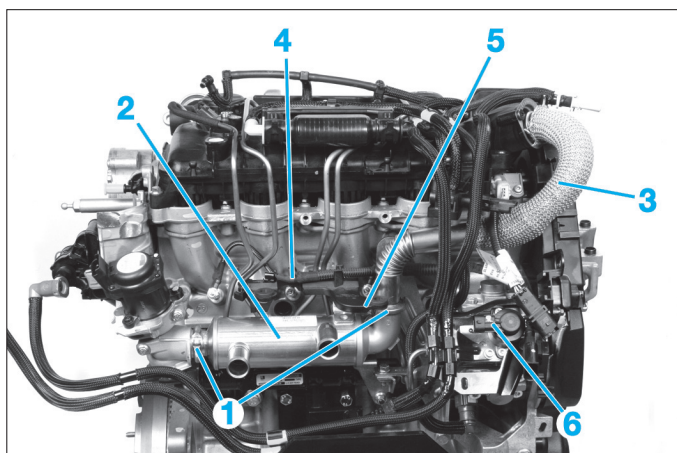
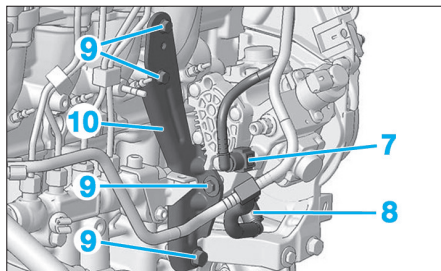
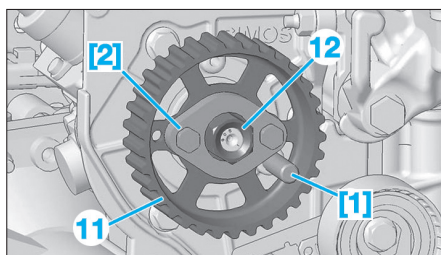

Fig. 30
Fig. 31
Fig. 32
- les colliers (1) (Fig.30).
- Mettre de côté l'échangeur (2) sans ouvrir le circuit de refroidissement.
- le conduit (3),
- le faisceau des bougies de préchauffage (4),
- le support de boîte à air (5).
- Débrancher le connecteur de l'actionneur (6).
- Déconnecter les tuyaux d'alimentation et de retour (7) et (8) (Fig.31).
- les vis (9),
- le support (10).
- Mettre en place les outils [1] et [2] sur la poulie (11) (Fig.32).
- Déposer les vis (7) et (8).
- Désaccoupler le tuyau (9).
- Déposer les 2 colliers (1) de l'échangeur thermique de recyclage des gaz d'échappement (Fig.30).